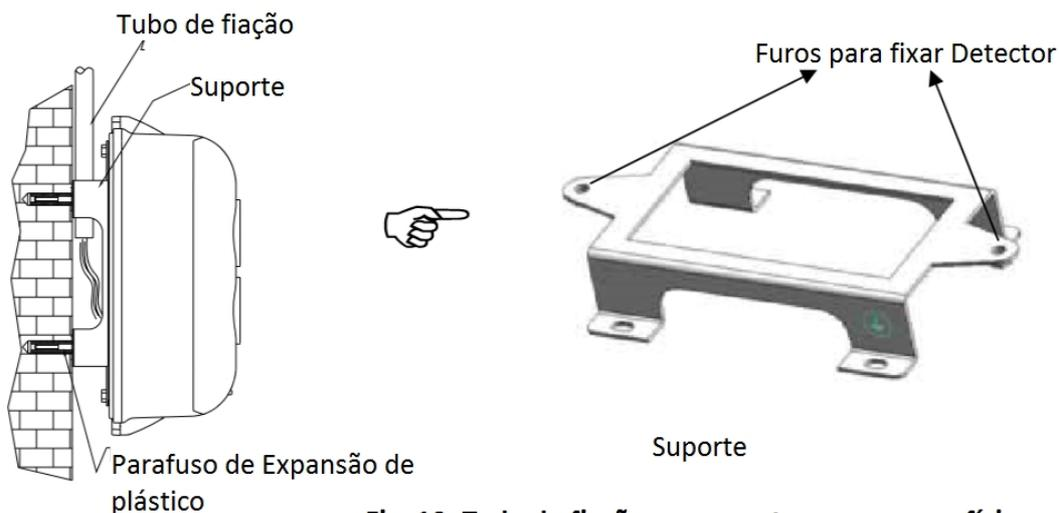

Fig. 10- Tudo de fixação para montagem na superfície
- Métodos de montagem são exibidos na Fig. 10.